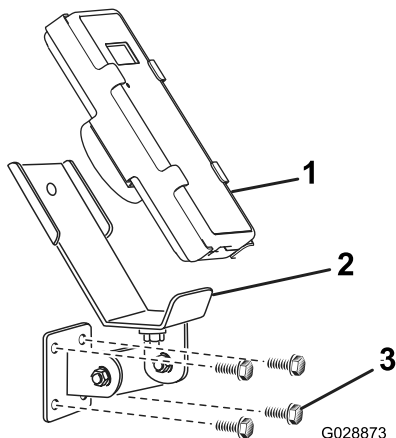
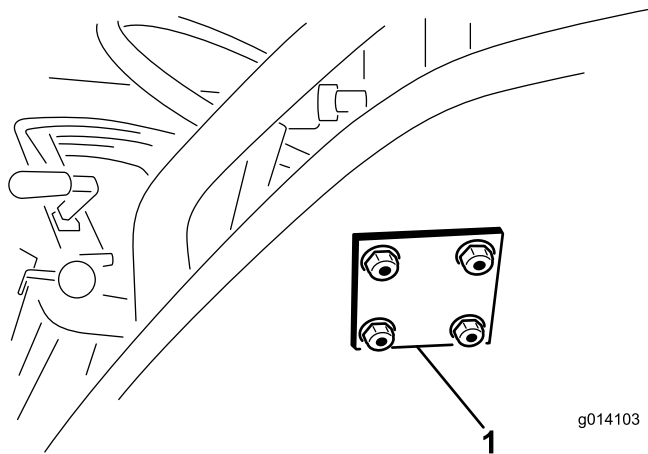

Figura 10
Figura 11
3. Collegate la staffa di montaggio e la piastra di supporto con 4 bulloni a testa flangiata ($5/16$ " x $1\frac{1}{2}$ ") e dadi di bloccaggio flangiati (Figura 10 e Figura 11).